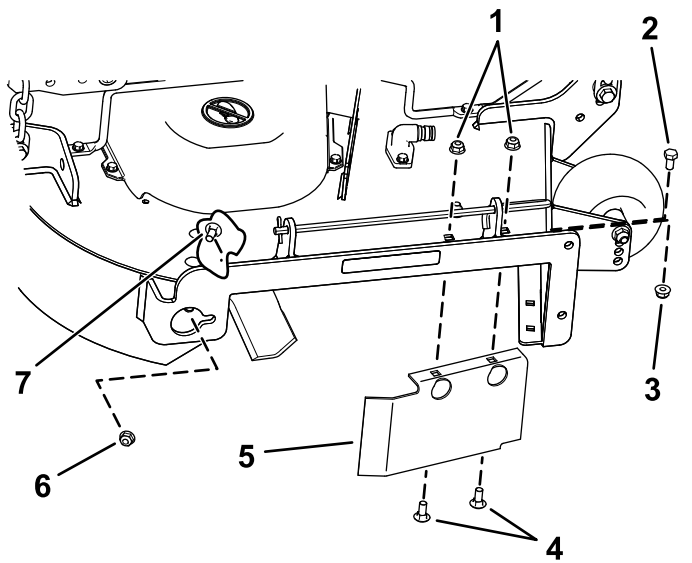

Figura 17
8. Rimuovete il bullone a testa tonda (5/16" x 3/4") e il dado di bloccaggio (5/16") che fissano il deflettore al lato posteriore del piatto di taglio (Figura 17).
9. Localizzate la protezione del deflettore davanti all'apertura di scarico laterale (Figura 17).
10. Rimuovete gli elementi di fissaggio che assicurano la protezione del deflettore e il deflettore destro al piatto di taglio (Figura 17).
13. Montate gli elementi di fissaggio rimossi in precedenza nei fori anteriori nella piastra di scarico e del foro anteriore del piatto di taglio (Figura 17).